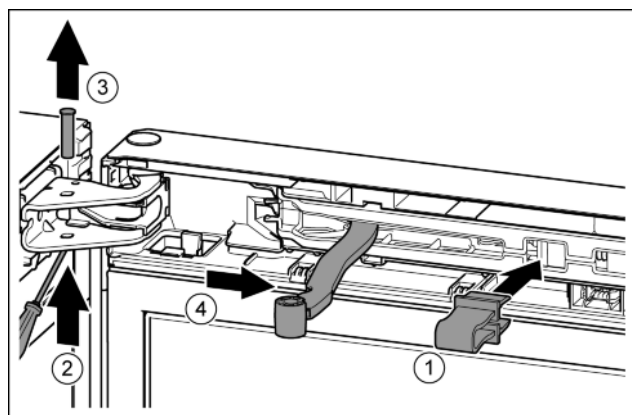

Fig. 10
- ▶ Zabezpieczenie zazębić w otworze. Fig. 10 (1)
- ▶ Sworznie wysunąć przy pomocy śrubokręta. Fig. 10 (2)
- ▶ Sworznie wyjąć w górę. Fig. 10 (3)
- ▶ Przegub obrócić w kierunku drzwi. Fig. 10 (4)